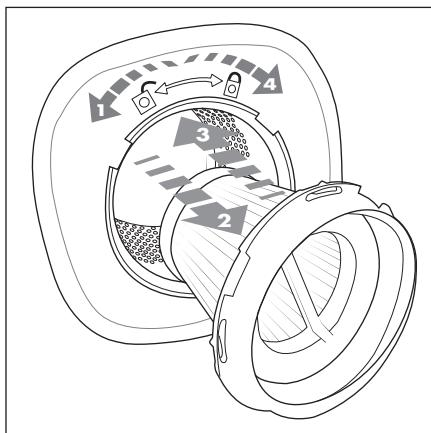

Fig. 5
- Per garantire un funzionamento corretto dell'apparecchio, svuotare periodicamente il contenitore di raccolta dello sporco ③ e pulire il filtro a maglia grossa ⑦ e il filtro EPA ⑥.
- Per ordinare un altro filtro EPA ⑥, rivolgersi al nostro servizio di assistenza clienti (vedere capitolo **Ordinazione dei pezzi di ricambio**).
- 1) Per aprire il contenitore di raccolta dello sporco ⑧ rimuovere l'unità portatile ② dal suo incavo ⑭.
- 2) Premere il tasto di sblocco ▲ ⑤ e tirare contemporaneamente il contenitore di raccolta dello sporco ⑧ in avanti.
- 3) Ruotare il filtro EPA ⑥ verso sinistra sul simbolo ☰ (aperto) finché non si stacca emettendo un suono ed estrarlo dal filtro a grana grossa ⑦ (Fig. 5).
- 5) Svuotare il contenitore di raccolta dello sporco ⑧ in un cestino.
- 6) Reinserire prima il filtro a maglie grosse ⑦ e poi il filtro EPA ⑥. Quando si inserisce il filtro EPA ⑥, fare attenzione che le tre apposite rientranze sullo stesso ⑥ corrispondano alle tre sedi sul filtro a grana grossa ⑦. Ruotare il filtro EPA ⑥ verso destra sul simbolo ☱ (chiuso) finché non si innesta emettendo un suono (Fig. 5).
- 7) Riapplicare il contenitore di raccolta dello sporco ⑧ all'unità portatile ② spingendo dapprima il blocco inferiore dell'unità portatile ② nell'incavo del contenitore di raccolta dello sporco ⑧. Infilare poi la parte superiore del contenitore di raccolta dello sporco ⑧ sull'unità portatile ② fino a quando il contenitore di raccolta dello sporco ⑧ non si innesta saldamente.